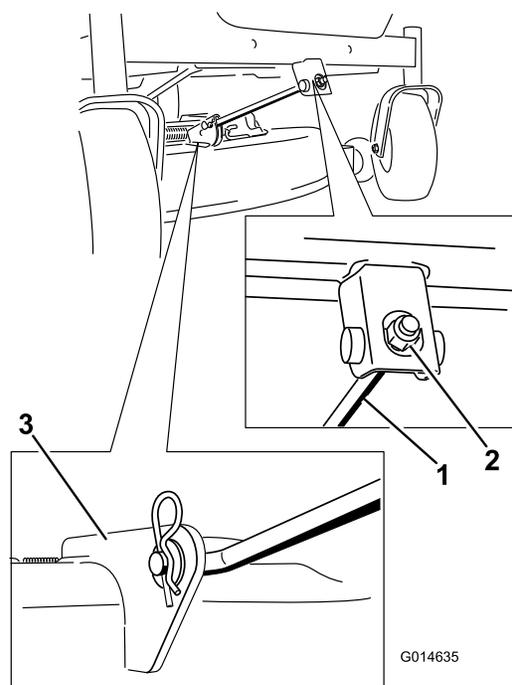

Figura 54
5. Rimuovete il perno con testa dall'asta di supporto frontale e rimuovete l'asta dalla staffa del piatto di taglio (Figura 54).
6. Montate l'asta di sostegno anteriore sul piatto di taglio con il perno con testa e la coppiglia a forcina (Figura 54).